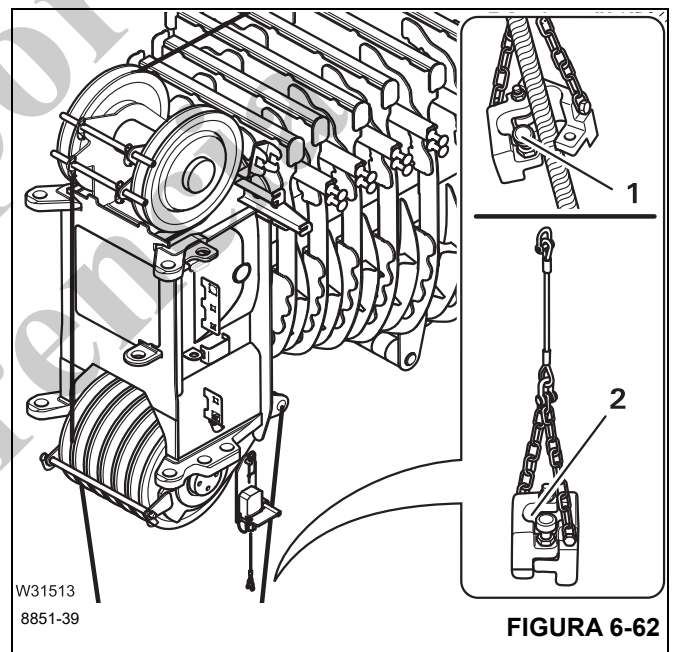

FIGURA 6-62
- Retire el pasador de seguridad (1), (Figura 6-62), y separe los dos lados del peso.
- Retire el pasador de seguridad (1), (Figura 6-62), una los dos lados del peso nuevamente y deje que el pasador de seguridad se enganche.
- Retire el peso del interruptor de prevención del contacto entre bloques (2), (Figura 6-62).